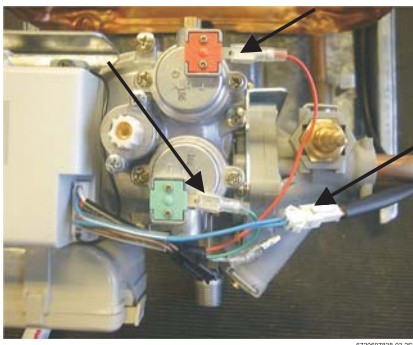

Bild 3
- Die restlichen stecken abbauen Ventil und Zündbrenner, Mikroschalter und Abgasüberwachung (Bild 3).